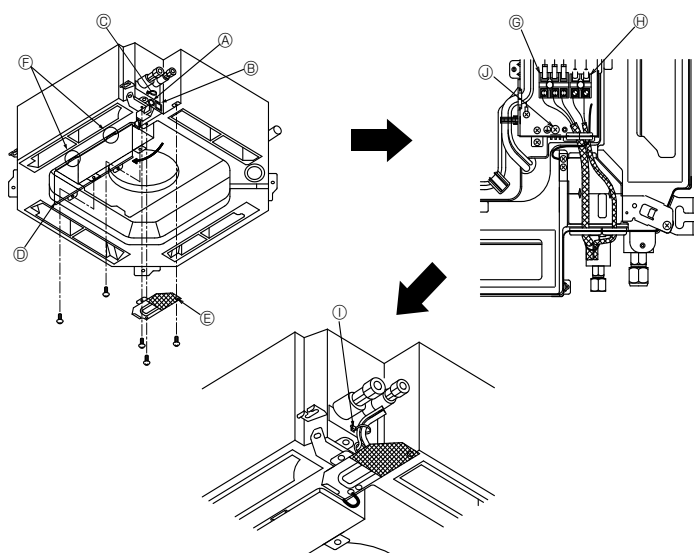

Fig. 6-1
6.1. Binnenapparaat (Fig. 6-1)